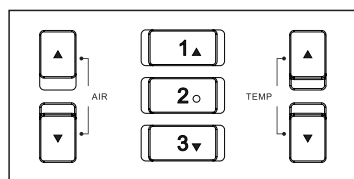

Figure 1-6
1. Lecture de température rapide: en fonctionnement normal, appuyez un coup sur la touche "1 ou 2 ou 3" (comme Figure 1-6), pour rapidement lire les valeurs définies de température et de volume d'air enregistrés dans les canaux "1 ou 2 ou 3".